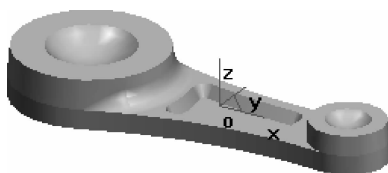

图 3-91 绘制大凸台与基本拉伸体间的过渡
(22)单击  按钮,弹出“过渡”对话框,输入半径“10”,拾取大凸台和基本拉伸体的交线,单击  按钮,完成操作,作图结果如图 3-91 所示。